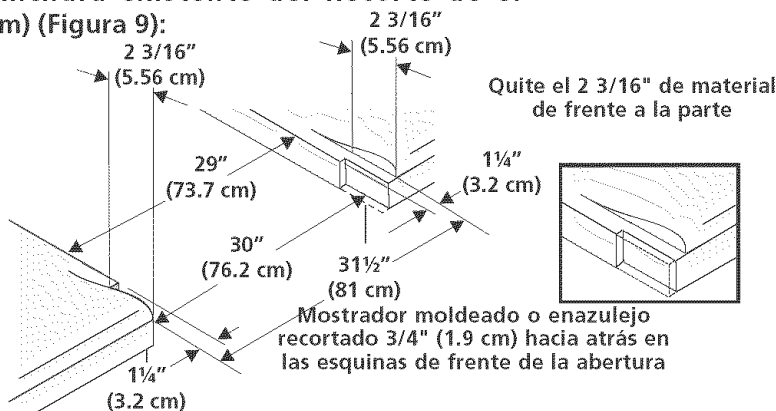

Figura 9
- Para la **Anchura existente del Recorte de el 29" (73.7 cm) (Figura 9):**